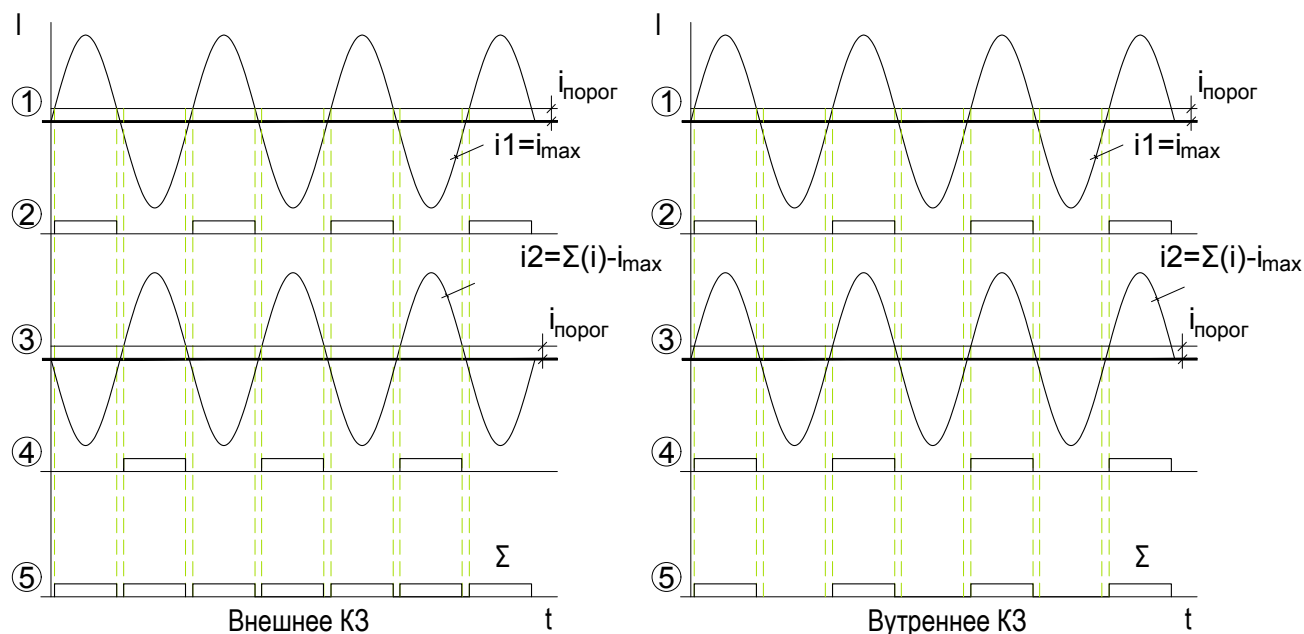
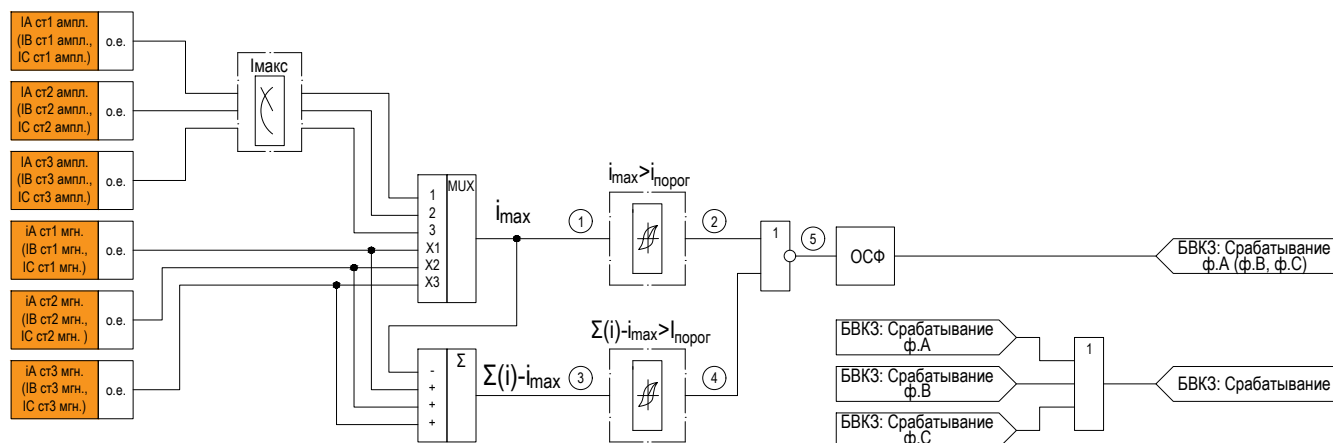

Рисунок 2.7 – Временные диаграммы работы БВКЗ
Рисунок 2.8 – Функциональная схема логики БВКЗ
2.2.8.3 Временные диаграммы работы функции в режимах внешнего и внутреннего КЗ приведены на рисунке 2.7, для однозначного соответствия точек измерения на функциональной схеме (рис. 2.8) и на временных диаграммах (рис. 2.7) точкам измерения присвоены цифры ①...⑤. На функциональной схеме (рис. 2.8) и временных диаграммах (рис. 2.7) указаны точки измерений.
2.2.8.5 Во время положительной полуволны тока каждой из сравниваемых величин устанавливаются сигналы 1 на определенных элементах схемы. Далее эти сигналы суммируются. При внешних КЗ в сумме сигналов практически отсутствуют паузы (паузы обусловлены пороговыми значениями элементов сравнения). При внутренних КЗ паузы по длительности приближаются к значению времени полупериода (см. рисунок 2.7). Длительность паузы является критерием блокировки при внешних КЗ. Вторая по счету от начала повреждения длительная пауза дает разрешение на работу ДЗТ.